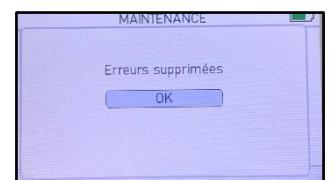

Figure 51. Erreurs supprimées
3. Appuyer sur . Le message « Erreurs supprimées » s'affichent (Voir figure 51). Les erreurs sont maintenant supprimées.